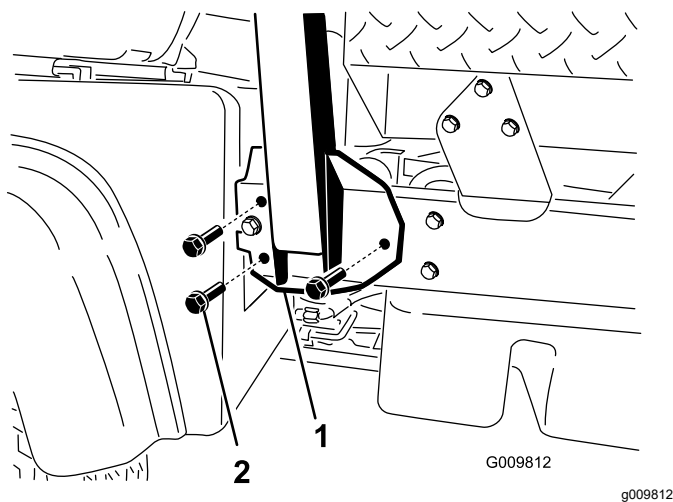

Figure 3
2. Placez chaque côté de l'arceau de sécurité en face des trous de montage de chaque côté du cadre de la machine (Figure 3).
- Fixez le support de l'arceau de sécurité de chaque côté du cadre de la machine au moyen de 3 boulons à embase ($\frac{1}{2} \times 1\frac{1}{4}$ po) (Figure 3).